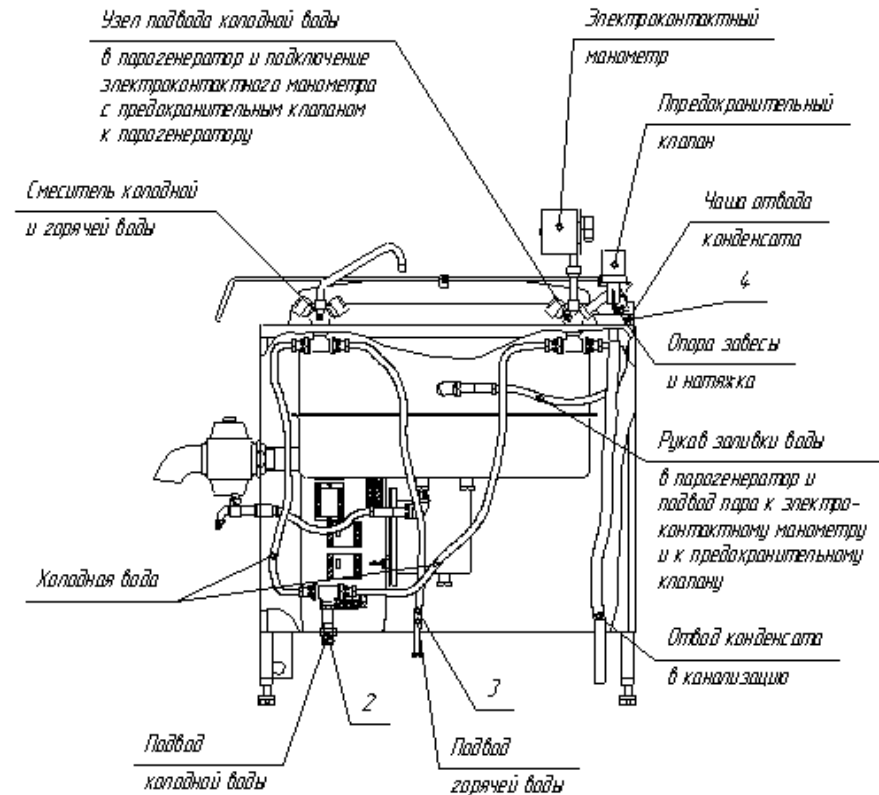

Рисунок 4.
8.6 Выполнить отвод конденсата от чашки 4 (смотри рисунок 4) в канализацию.